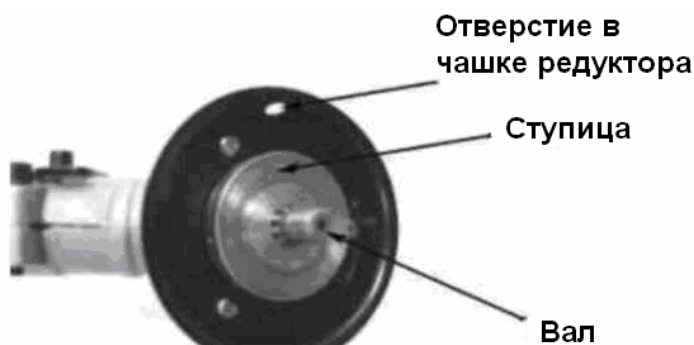

Рис.6
- Совместите отверстие в ступице вала с отверстием в чашке редуктора. (рис.6)